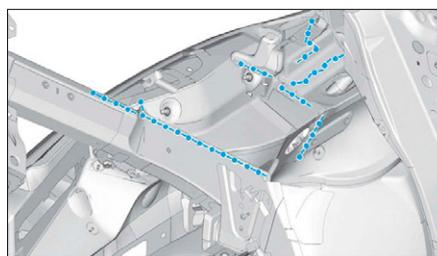

FIG. 37
- Préparer les zones d'accostage et les protéger par un apprêt soudable (Fig.37).